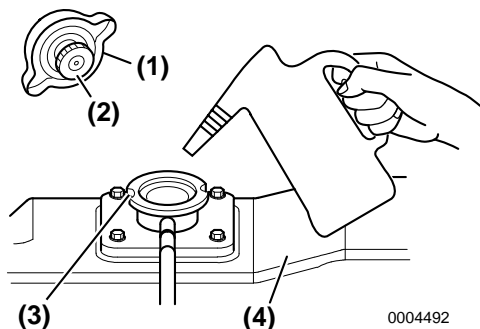

Figure 11
Versez lentement le liquide de refroidissement dans le réservoir du liquide de refroidissement / échangeur thermique (Figure 11, (4)) pour éviter la formation de bulles d'air. Remplissez jusqu'à faire déborder le liquide de refroidissement de l'orifice de remplissage.
5. Alignez les indentations du bouchon de remplissage (Figure 11, (1)) sur les encoches de l'orifice de remplissage (Figure 11, (3)) et serrez le bouchon de remplissage (Figure 11, (2)).